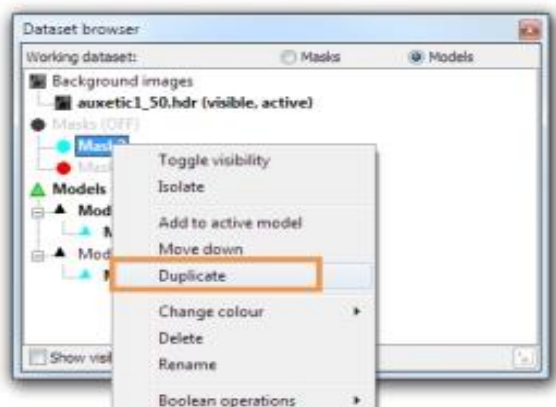

图 1-28 复制蒙版
3. 复制 Mask2，即右击 Mask 2 的名字，选择 Duplicate（如图 1-28），这将建立一个新的蒙版，命名为：Copy of mask2。另外，双击蒙版也能直接复制。